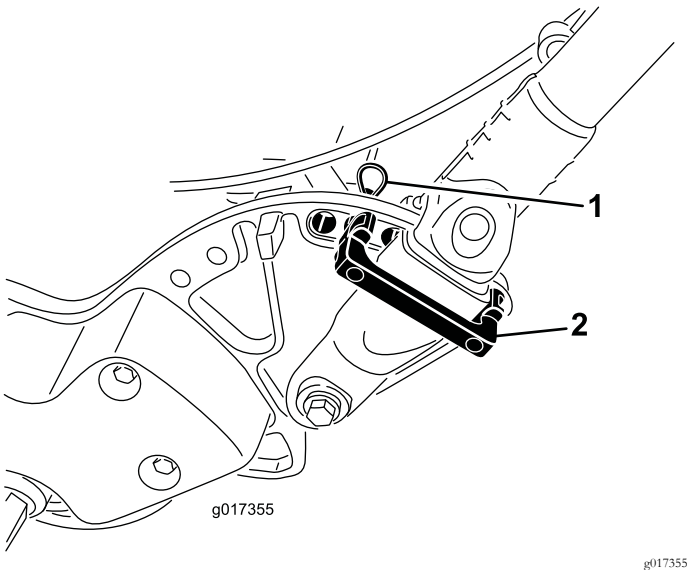

图32
1. 卸下剪草机各侧手柄卡环上的发卡销 (图32)。
2. 当撑住手柄时取下两侧的发卡销然后将手柄旋转到所需的操作位置 图32。